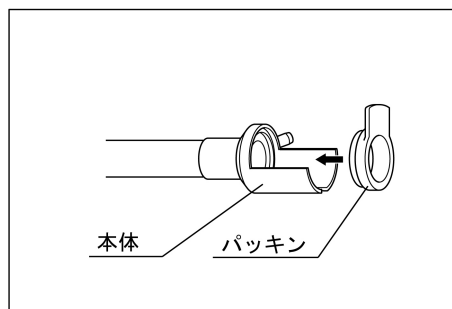

図5
7. レンズ洗浄シースの本体にパッキンを取り付ける（図5参照）。